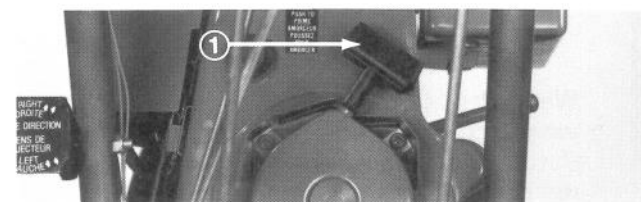

Abb. 24
- Den Startergriff langsam herausziehen, (Abb. 24), bis Widerstand spürbar wird. Dann den Motor mit einem kräftigen Armzug anwerfen. Den Startergriff festhalten und das Seil langsam zurückgleiten lassen.